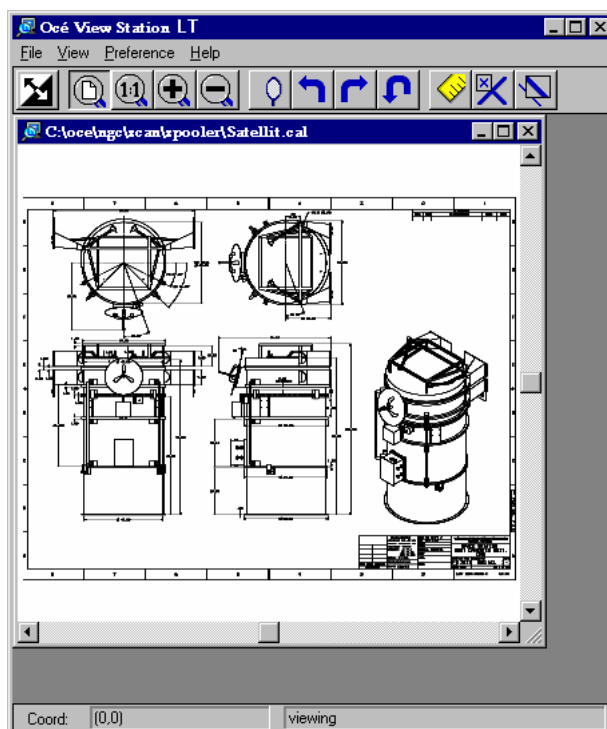

Рисунок 29: Окно программы просмотра отсканированных изображений Océ View Station LT
7. Если эта опция включена в меню «view» (вид) менеджера сканирования - Océ Scan Manager, то на контроллере автоматически запускается программа просмотра Océ View Station LT, показывая результат сканирования (смотрите рисунок 29 на следующей странице).